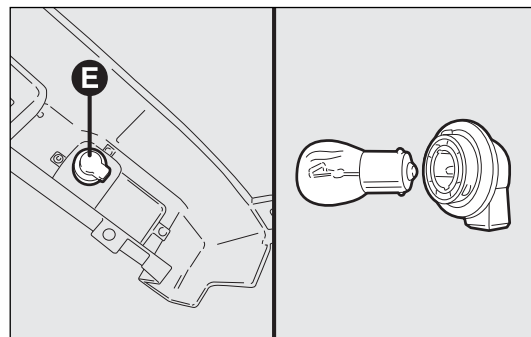

fig. 200
- ☐ girar el portalámparas E hacia la izquierda (1/8 de vuelta), extraer la lámpara de bayoneta empujándola ligeramente y girándola hacia la izquierda, luego sustituirla fig. 200.